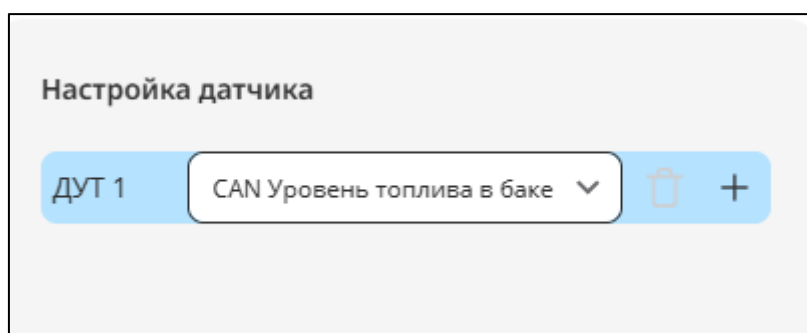

Рисунок 8
7. Для того чтобы настроить добавленный логический датчик «Уровень топлива», выберите определяющий датчик из раскрывающегося списка доступных (Рисунок 8).